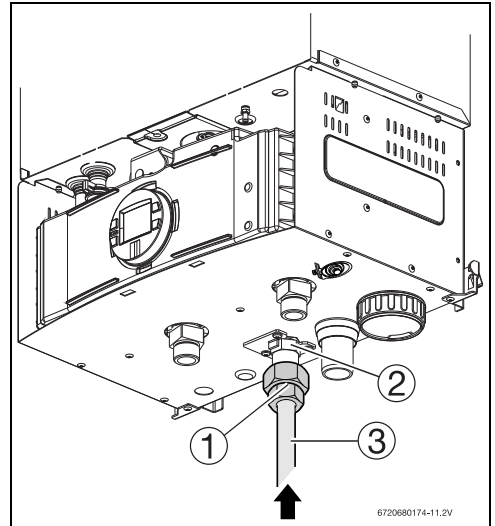

Fig. 25 Conexión del tubo de gas
Apretar la rosca en el tubo de entrada de gas (Fig.25, pos.1) y utilizar la extremidad en cobre (Fig.25, pos. 2) para hacer la soldadura al tubo de la red de suministro de gas (Fig.25, pos. 3).